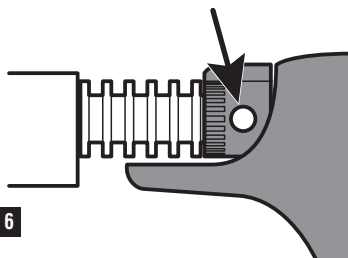

FIG. 6
- Ouvrez le bouton de contrôle de l'air en l'alignant comme illustré à la Figure 6.